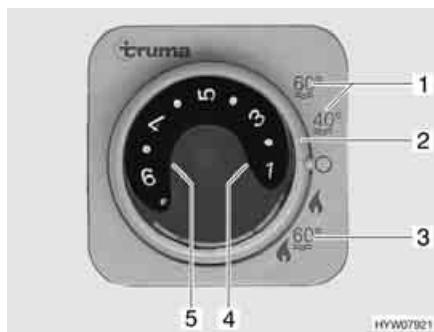

Fig. 181 Centralina di controllo per riscaldamento/boiler
Il boiler è integrato nel riscaldamento e funziona a gas (funzionamento a gas) o a gas o a corrente (funzionamento a gas e funzionamento elettrico a 230 V). Il boiler si accende dalla centralina di controllo (Fig. 181) con l'interruttore girevole (Fig. 181,2). Sul selettore di energia (Fig. 183) viene preselezionato il tipo di energia (funzionamento a gas e elettrico a 230 V).
Durante il funzionamento invernale "Riscaldamento e boiler" (Fig. 181,3), accendendo il riscaldamento è riscaldata automaticamente anche l'acqua nel boiler. Quando il riscaldamento si spegne al raggiungimento della temperatura ambiente desiderata, il boiler continua a riscaldare l'acqua, fino a quando questa raggiunge la temperatura impostata.
Durante il funzionamento estivo (Fig. 181,1) l'acqua è riscaldata soltanto nel boiler fino a 40 °C o 60 °C. L'acqua si riscalda a 60 °C in ca. 25 minuti. La spia gialla di controllo (Fig. 181,5) si accende durante la fase di riscaldamento del boiler.
L'alimentazione di tensione dell'apparecchio non può essere interrotta tramite l'interruttore principale a 12 V. In caso di guasto si accende la spia rossa di controllo (Fig. 181,4) sulla centralina di controllo (vedi capitolo 14).
- Sulla centralina di controllo (Fig. 181) posizionare l'interruttore girevole (Fig. 181,2) su "Funzionamento estivo" (Fig. 181,1).
La spia gialla di controllo (Fig. 181,5) si accende durante la fase di riscaldamento. Al raggiungimento della temperatura dell'acqua desiderata, la fase di riscaldamento termina e la spia gialla di controllo si spegne.
- Sulla centralina di controllo (Fig. 181) posizionare l'interruttore girevole (Fig. 181,2) su "O".
La combinazione funzionamento a gas e funzionamento elettrico a 230 V diminuisce il tempo di riscaldamento (è possibile solo se il boiler viene impostato sulla centralina di controllo (Fig. 181) su funzionamento invernale).